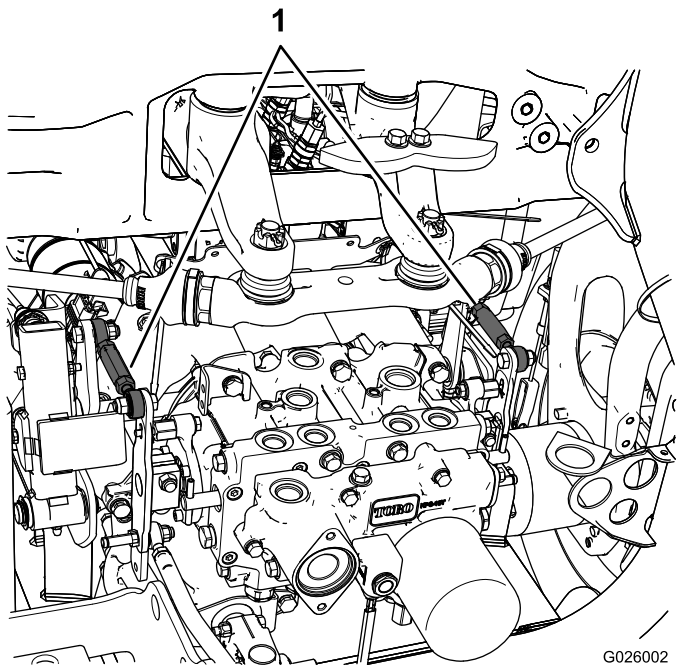

Bild 49
- Wenn sich der linke Hinterreifen dreht, lockern Sie die Klemmmuttern auf der linken Seite der Getriebeschaltstange (**Bild 49**).